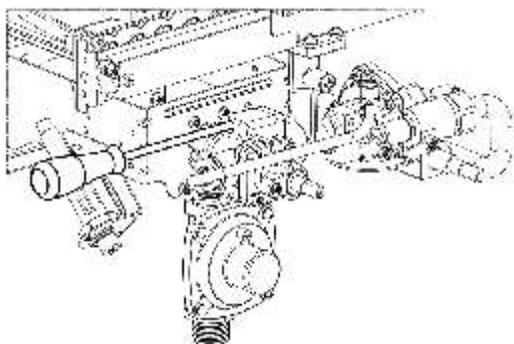

Рисунок 12
2.7.6 Выкрутите 4 винта из газового блока (рисунок 12).